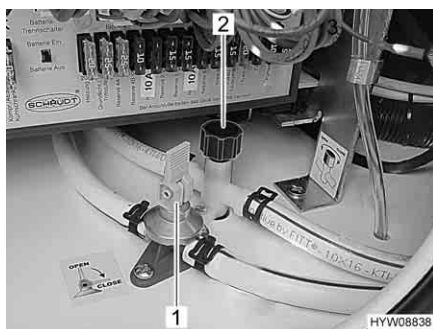

Fig. 116 Rubinetti di scarico
- Chiudere i rubinetti di scarico. Ruotare i coperchi (Fig. 116,2) in senso orario e posizionare la leva a bilanciere (Fig. 116,1) in posizione orizzontale.
- Aprire i rubinetti di scarico (Fig. 116). A questo scopo, ruotare il coperchio (Fig. 116,2) in senso antiorario e posizionare verticalmente la leva a bilanciere (Fig. 116,1).